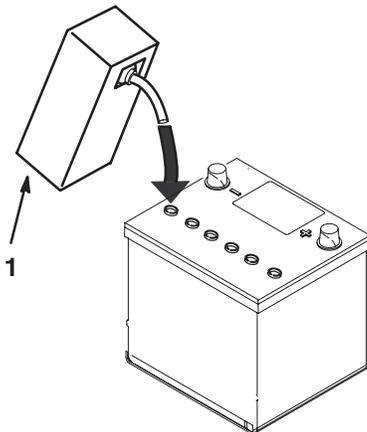

Bild 5
4. Lassen Sie die Batteriesäure ungefähr 20 bis 30 Minuten in die Platten einsickern. Füllen Sie ggf. mehr Batteriesäure ein, bis die Flüssigkeit ungefähr 6 mm vom Boden des Füllbrunnens bedeckt (Bild 5).